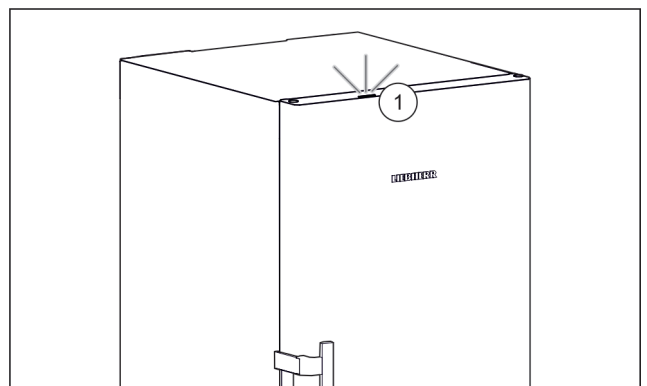

Fig. 4
Als u het apparaat in gebruik neemt, is het statuslicht Fig. 4 (1) af fabriek gedeactiveerd.\*